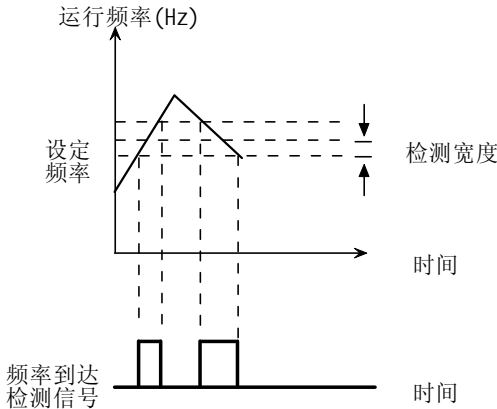

图 5-3-8 频率到达检测
- 输出频率到达设定频率值时，此功能调整其检测幅值，调整范围为设定频率值的0~±10.00Hz。当变频器的输出频率在设定频率的正负检出宽度内时，Y输出脉冲信号，如图5-3-8所示。